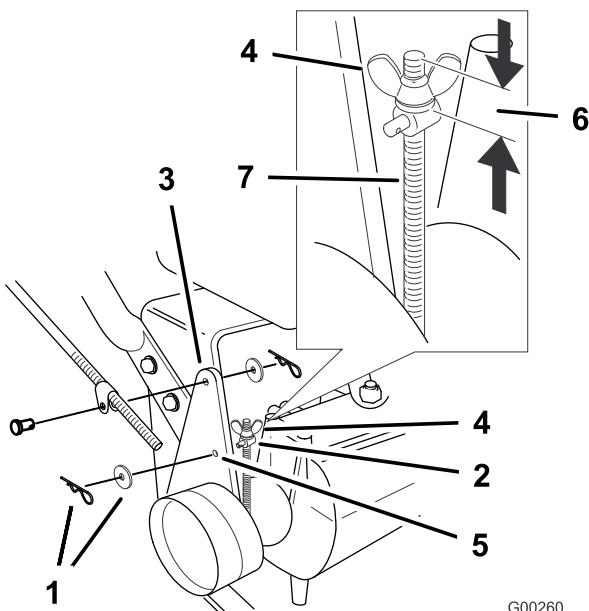

Figure 46
**Remarque:** Pour le réglage initial, ajustez l'écrou à oreilles jusqu'à ce qu'il soit à 32 mm (1-1/4 po) du haut de la tige (Figure 46).
5. Pour régler le frein, enlevez la goupille fendue et la rondelle du levier et du tourillon (Figure 46).
8. Placez le tourillon dans le trou F (Figure 46). Serrez l'écrou à oreilles.
9. Fixez le tourillon au levier de frein à l'aide de la rondelle et de la goupille fendue (Figure 46).